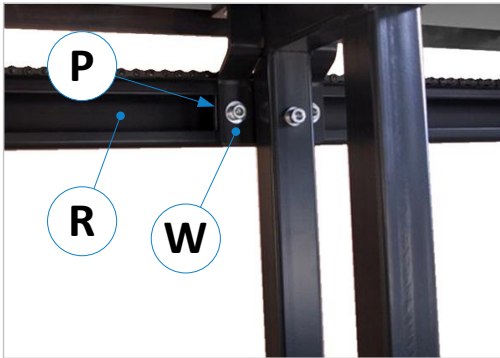
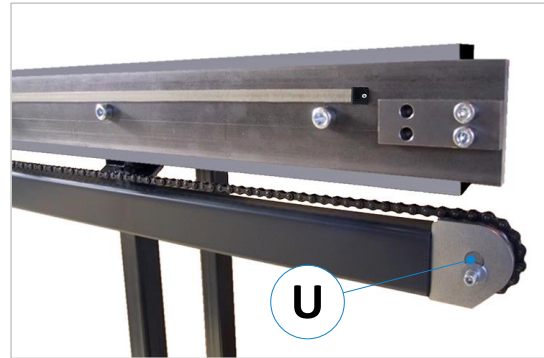

Figure 9 : montage du tube guide-chaîne
Figure 10 : renvoi de chaîne
- **Uniquement EXAKT MES A** : Les tubes du guide-chaîne (**R**) sont simplement glissés sur les plaques de serrage prémontées (**P**) sur les supports angulaires (**W**) - voir ⇨ Figure 9 - et ensuite fixés en alignement à l'aide de vis à six pans creux. Le renvoi (**U**) pour la chaîne est monté sur les pièces d'extrémité ⇨ Figure 10).